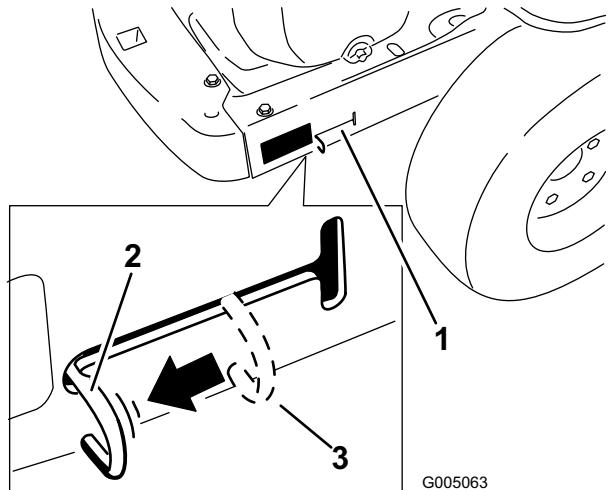

Figure 17
4. Déplacez les leviers de dérivation en arrière, puis abaissez-les pour les bloquer en place comme illustré à la Figure 17 et désengager les moteurs de roues. Répétez cette procédure de chaque côté de la machine.
Levez les leviers de dérivation et poussez-le en avant jusqu'au **centre** de la fente horizontale (Figure 17) pour engager les moteurs de roues.